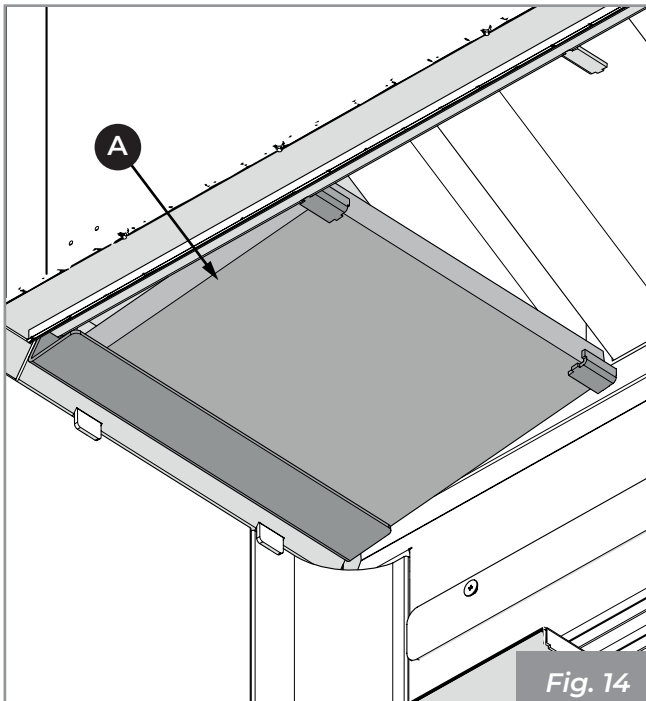

Fig. 14
- 1) Sfilare ed estrarre il deflettore inferiore (A) (Fig. 14).